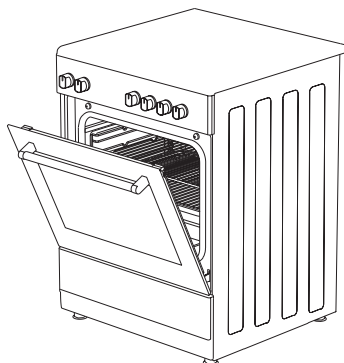

Figura 11
3. Colocar o painel de segurança sob o painel de controlo abrindo o vidro da tampa frontal do forno. (figura 11)